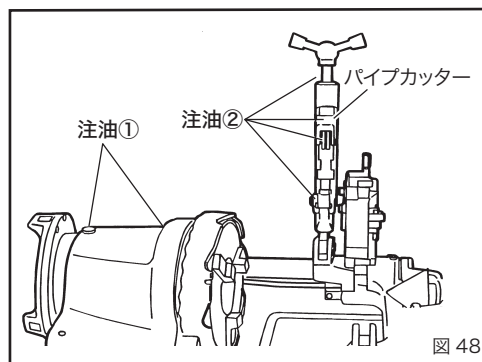

図 48
1. 注油 (図 48)
①主軸軸受の注油
1 カ月に1度程度、グリスを主軸部に注入してください。(図 48 ①)
②パイプカッターの注油
ねじ部、ローラー軸、刃など、可動部には使用毎にスピンドル油、マシン油などを注油してください。(図 48 ②)